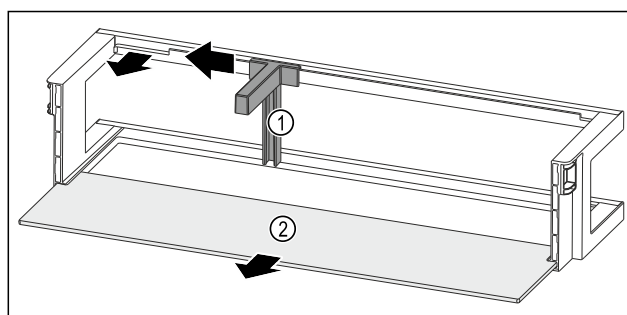

Fig. 252 Polica u vratima s držačem boca i policom za odlaganje
- ▶ Držač za boce Fig. 252 (1) pogurnite do otvora na stranu.
- ▶ Izvadite držač za boce Fig. 252 (1).
- ▶ Izvadite policu Fig. 252 (2).